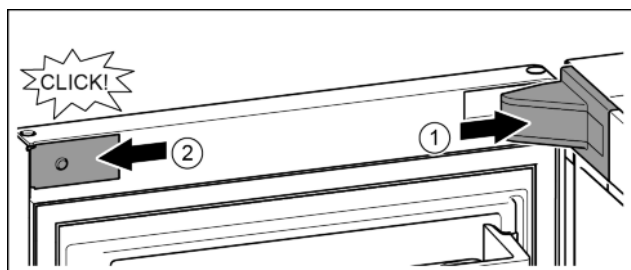

Fig. 19
- ▶ Встановіть та зафіксуйте кришку опорного кронштейна, у разі необхідності — обережно розтисніть. Fig. 19 (1)
- ▶ Встановіть збоку і зафіксуйте накладку. Fig. 19 (2)